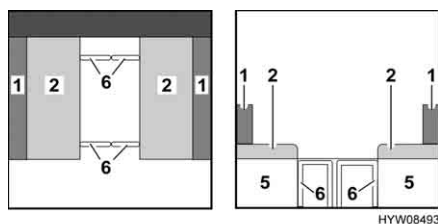

Fig. 39 Durante la trasformazione
- Sollevare leggermente i due cuscini del divano (Fig. 39,2) e tirarli verso il centro sopra le staffe di supporto. Durante questa operazione, verificare che le staffe di supporto si innestino nei fissaggi sul lato inferiore del cuscino.